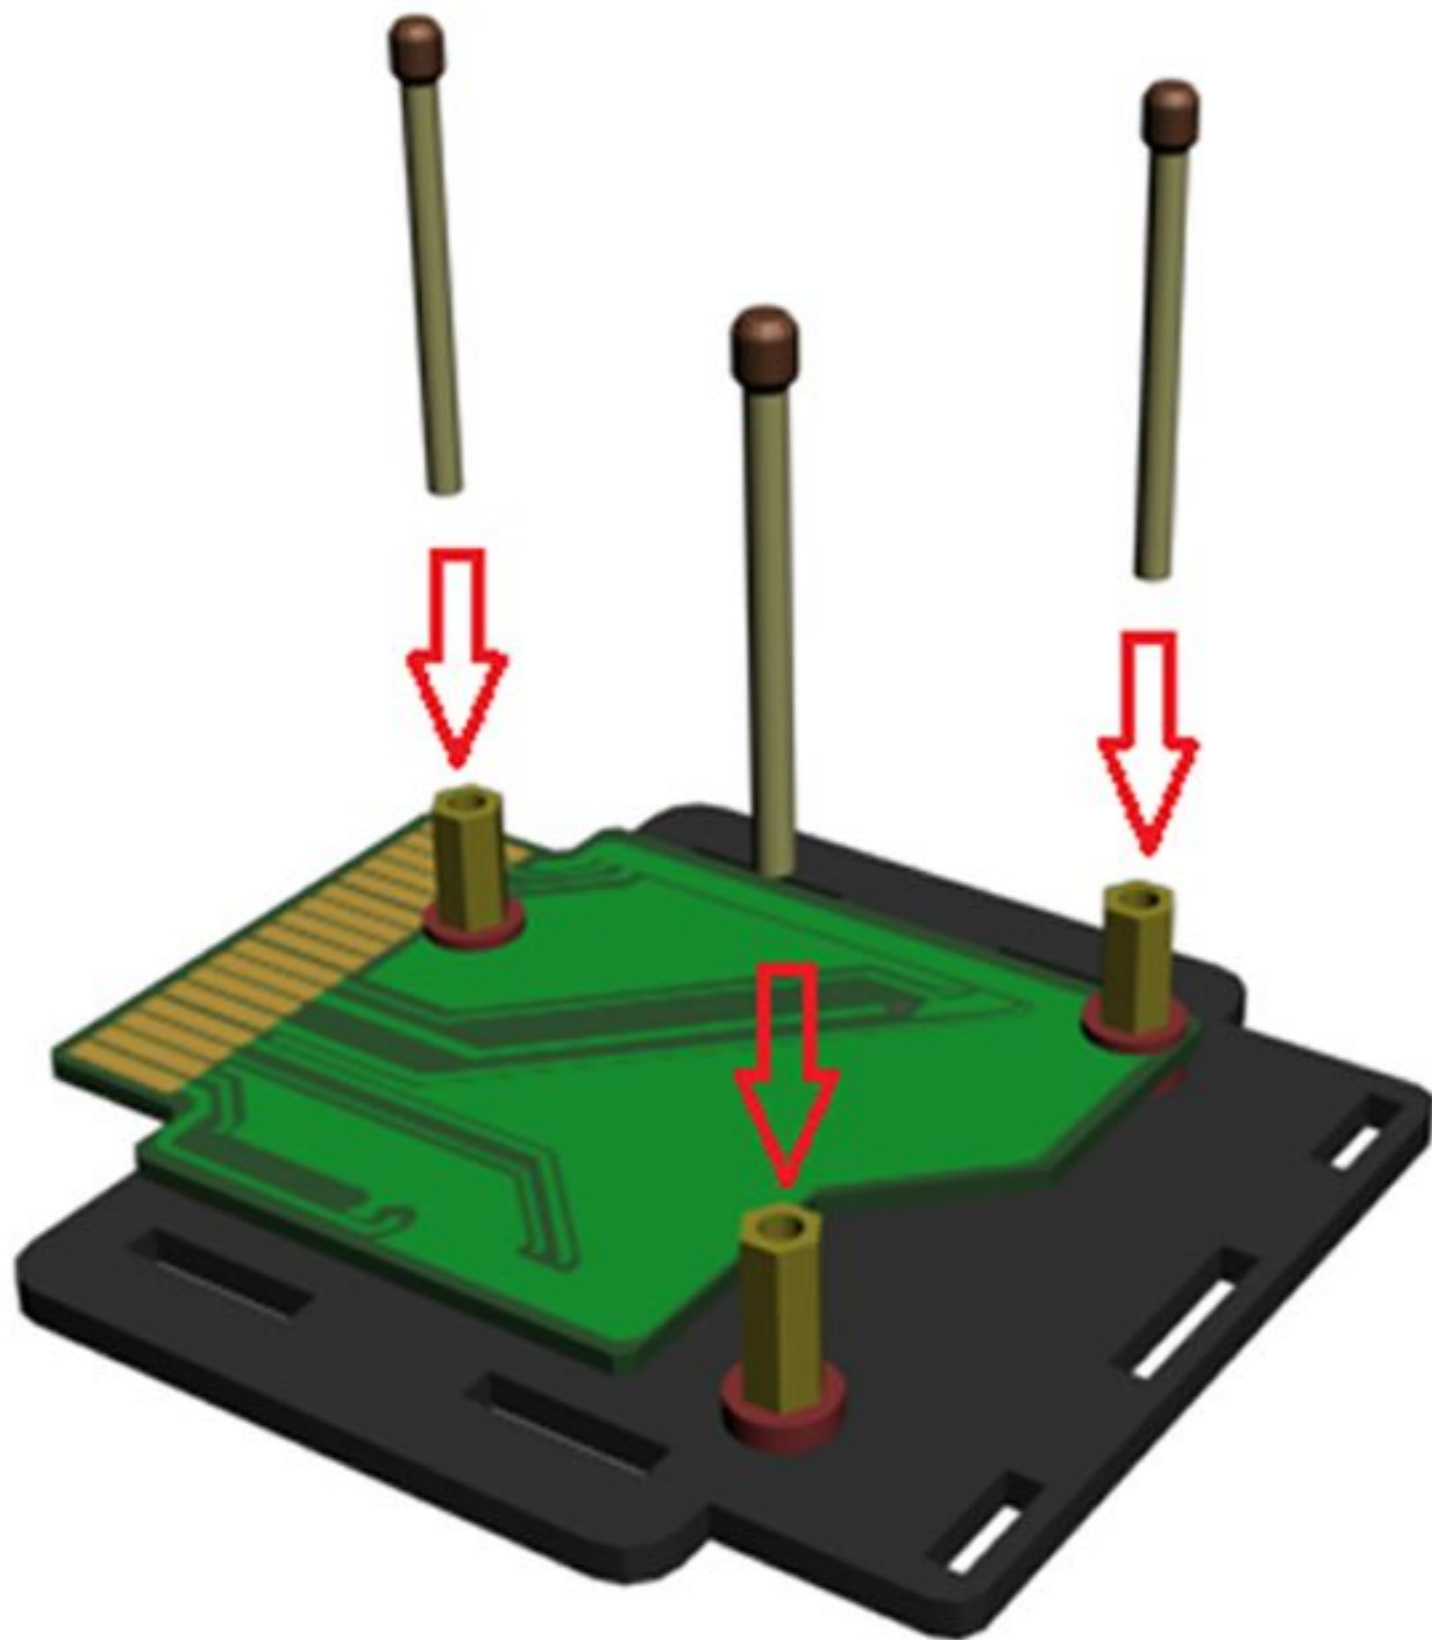

Рис. 7
6. Прежде чем продолжать сборку картриджа мы настоятельно советуем вам поместить 3 направляющие в отверстия шестигранных стоек (рис. 7). Эти направляющие помогут вам закончить сборку с мелкими элементами (тонкими шайбами). В противном случае, если вы не будете использовать направляющие, то при креплении второго модуля картриджа или при размещении боковых стенок корпуса эти шайбы могут незаметно выпасть, и вы рискуете их потерять. В качестве направляющих можете использовать обыкновенные спички. Все просто!